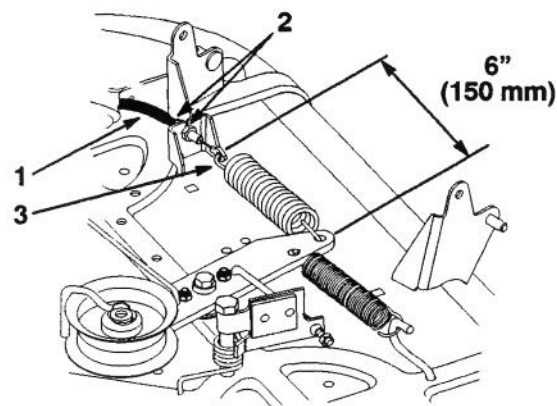

Figure 46
12. Engager le levier de commande des lames (PDF) sur le tableau de bord. Mesurer la distance entre les extrémités accrochées du ressort de la poulie de renvoi (Fig. 46). Ajuster les écrous de blocage de manière à ce que cette distance fasse 150 mm (Fig. 46).